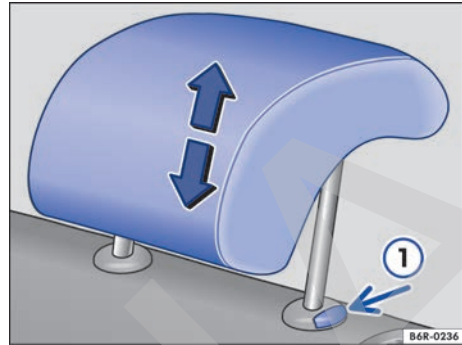

Fig. 35 Remover el apoyacabezas trasero.
- Retirar el apoyacabezas con el botón → fig. 35 ① presionado.
- Empujar hacia abajo el apoyacabezas con el botón → fig. 35 ① presionado.